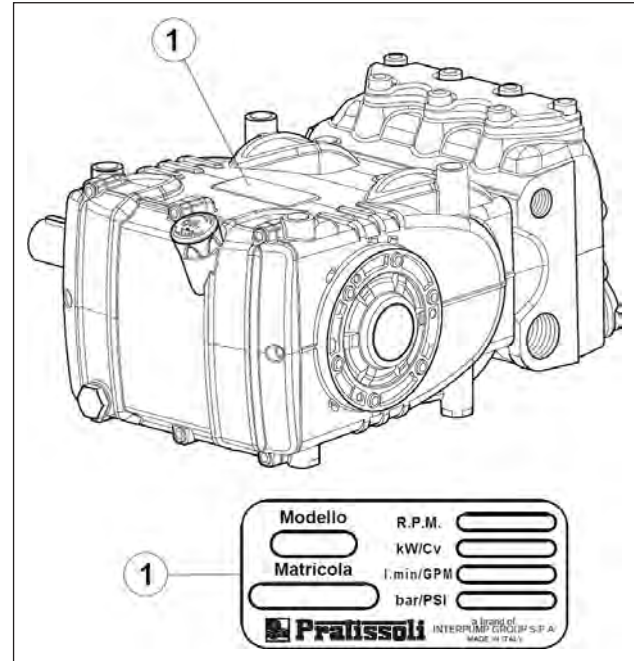

Fig. 1
Chaque pompe dispose d'une plaquette d'identification, voir rep. ① Fig. 1 contenant :